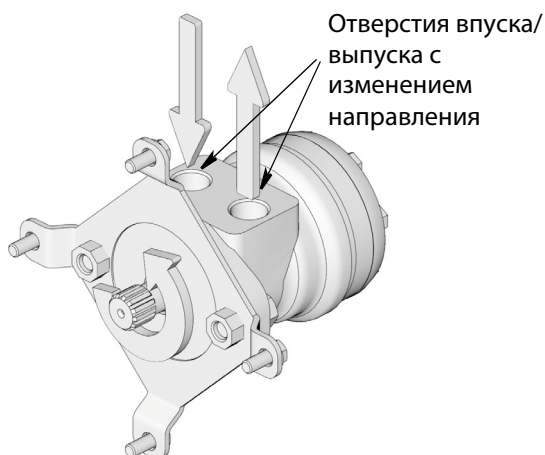

Рис. 17
**ПРИМЕЧАНИЕ.** При приведении барабана в действие катушка должна вращаться в направлении, позволяющем наматывать шланг на катушку. По умолчанию на заводе установлена конфигурация, при которой двигатель вращается против часовой стрелки, если смотреть с той стороны катушки, на которой установлен двигатель (торец, противоположный валу двигателя). См. Рис. 17.